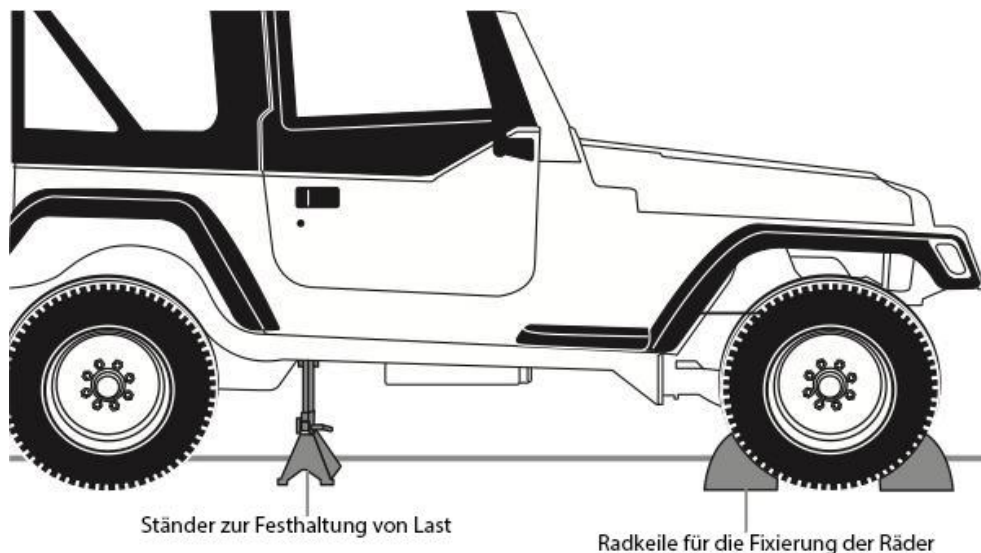

Abbildung 2
1. Legen Sie einen Radkeil ein, um das Zurückrollen der Wagen beim Anheben zu verhindern (siehe Abbildung 2). Ein Radkeil ist erforderlich, um das Fahrzeug gegen Wegrollen zu sichern und ein Verdrehen des Rades zu verhindern. Die Radkeile müssen eingelegt werden bevor, das Auto angehoben wird.